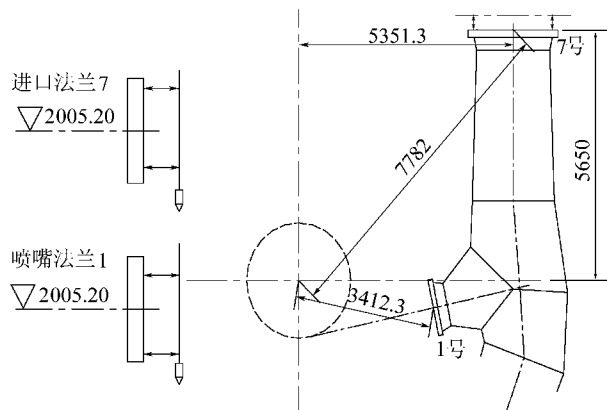

图4 配水环管第1节调整
b. 第1节调整。先粗调进口法兰7的高程和到 x 轴线的距离、纵轴线的中心,喷嘴法兰1的高程和到机组中心线的距离;再调进口法兰7和横轴线的平行度。主要调整工具为葫芦、千斤顶、拉紧器。然后精确调整高程、垂直度、距离、平行度等,各项指标需同时满足要求,进口法兰7到 x 轴线的距离考虑 $+1 \sim +2 \text{ mm}$ 的焊接收缩量。法兰角度,通过计算出的法兰左右2点的坐标值来确定。调整结束后,用角钢等将第1节进行固定,参见图4。